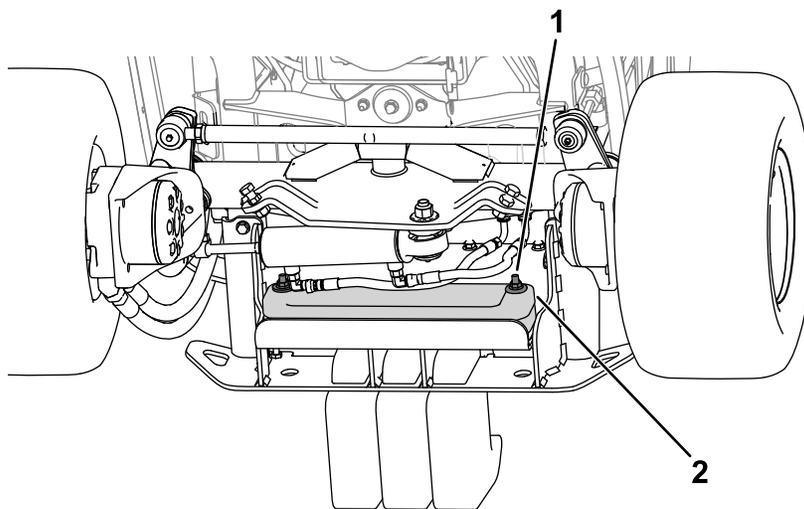

Рисунок 21
2. Используйте эти крепежные детали для крепления грузов к бамперу (Рисунок 21).